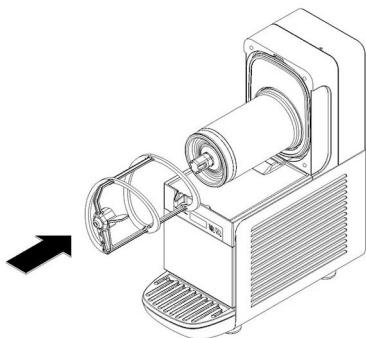

figura 16
- 6** Encaje la espiral externa en el evaporador, acoplando su extremidad delantera en el eje de la junta hexagonal, ambos con perfil hexagonal (ver figura 16).